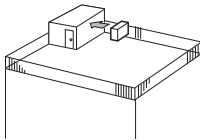

Fig. 2-2
- ① Richten Sie die Luftaustrittsöffnung mit einem Abstand von etwa 35 cm auf die nächstgelegene Wand aus. (Fig. 2-2)